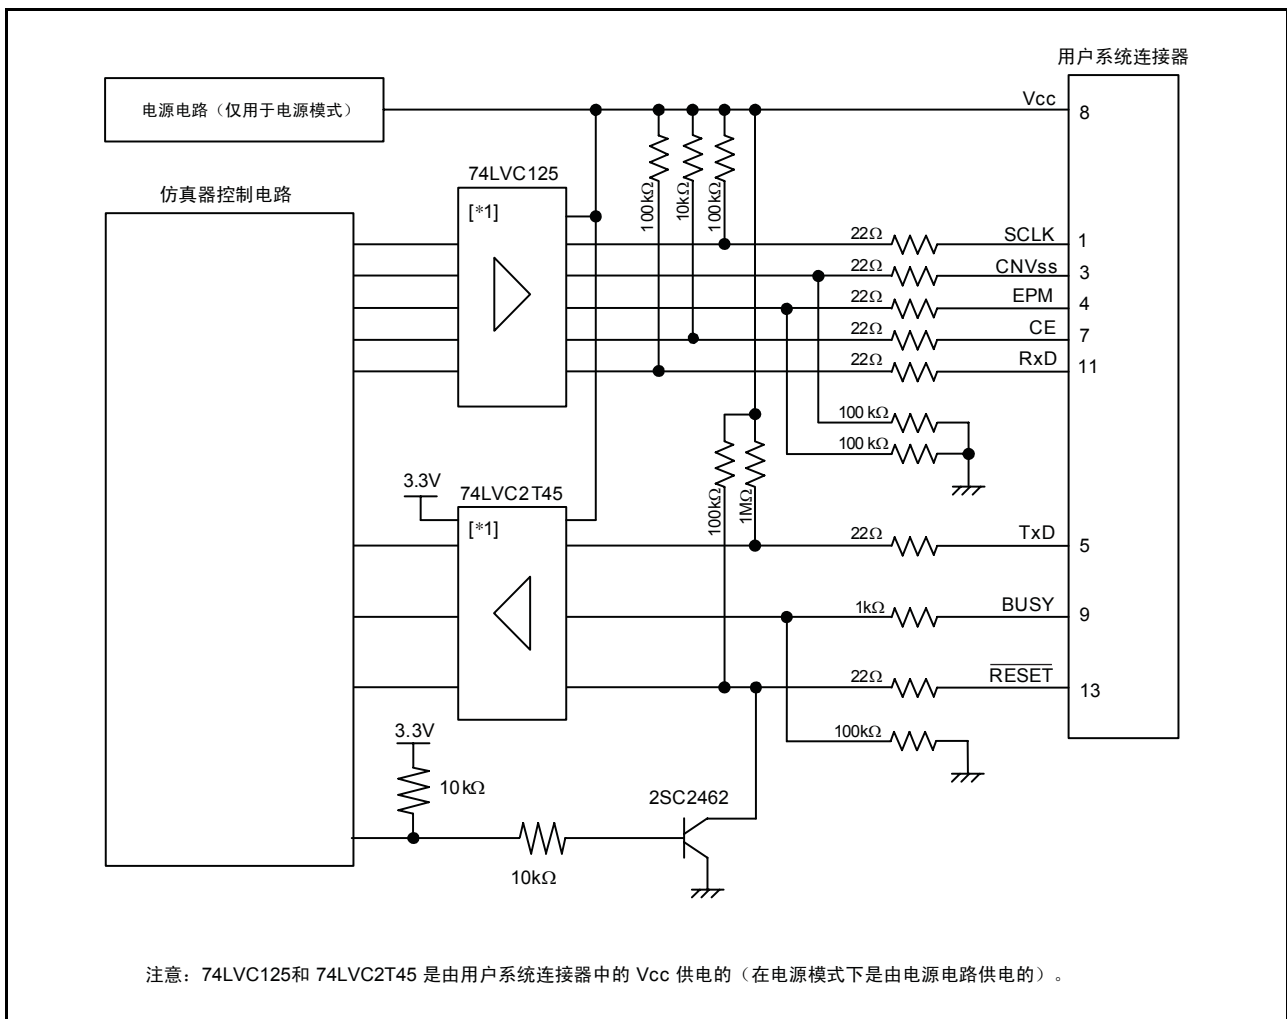

图 5.8 E8a 仿真器内部的接口电路（仅供参考）
1. 引脚 P64、P65、P66 和 P67 供 E8a 仿真器专用。将 E8a 仿真器连接到 MCU 引脚。在上拉 Vcc 电平的 MCU 引脚后，将引脚 P66 和 P67 连接到 E8a 仿真器。对于 P64 和 P65，在断开 E8a 仿真器的连接后，根据 MCU 引脚状态上拉或下拉 Vcc 电平的引脚。在 E8a 仿真器处于活动状态时，P64 可能处于高阻抗 (Hiz) 状态。因此，应根据 E8a 仿真器内部电阻（图 5.8）的分压来设置引脚电阻值，使电压不会在中点电位。
对于 P50 和 P55，在断开 E8a 仿真器的连接后，根据 MCU 引脚状态上拉或下拉 Vcc 电平的引脚。在 E8a 仿真器处于活动状态时，P50 和 P55 可能处于高阻抗 (Hiz) 状态。因此，应根据 E8a 仿真器内部电阻（图 5.8）的分压来设置引脚电阻值，使电压不会在中点电位。
9. 图 5.8 显示了 E8a 仿真器中的接口电路。请参考此图来确定上拉电阻值。